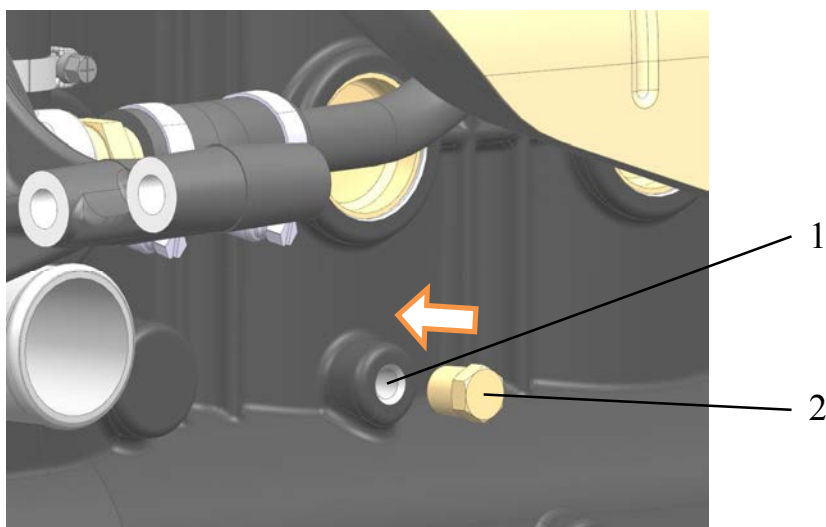

Рис.178. Установка сливной пробки:
**24.** Установить пробку 2 (рис.178) слива охлаждающей жидкости, предварительно нанеся на резьбу анаэробный герметик «Фиксатор-6» (или аналогичный: «Стопор-6», «Техногерм-5», «Гермикон-2К») или силиконовый герметик «Юнисил Н50-1». Завернуть пробку в отверстие 1 моментом 17,6...34,3 Н·м (1,8...3,5 кгс·м).